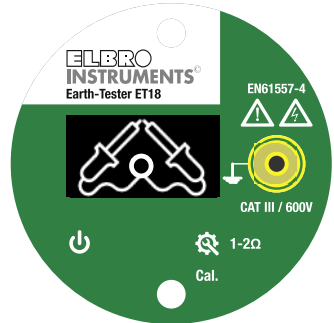

Abbildung 3
3. Warten Sie auf Abb.3
4. Abwarten, bis auf dem Display die in Abb. 3 gezeigte Anzeige zu sehen ist.